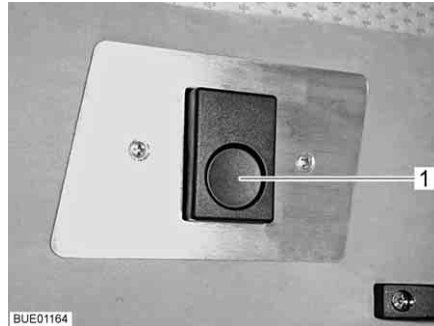
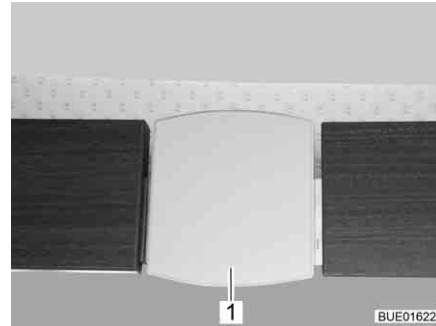

Bild 123 Entriegelung (Aviano)
Bild 124 Entriegelung (Viseo)
- Entriegelungsknopf (Bild 123,1) drücken bzw. Entriegelungsplatte (Bild 124,1) unten herausziehen. Die Verriegelung ist gelöst.